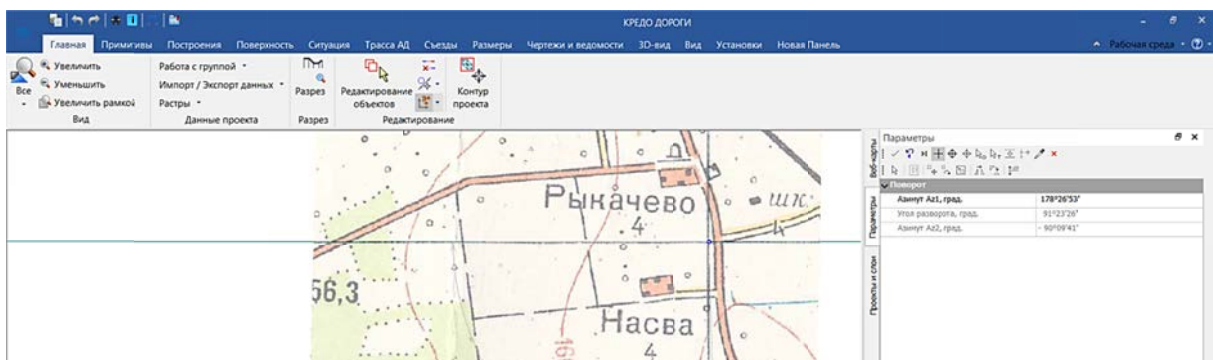

Рис. 8.7. Команда **ПОВОРОТ**
– Выполните поворот растра с помощью инструмента **ПОВОРОТ** (рис. 8.7).